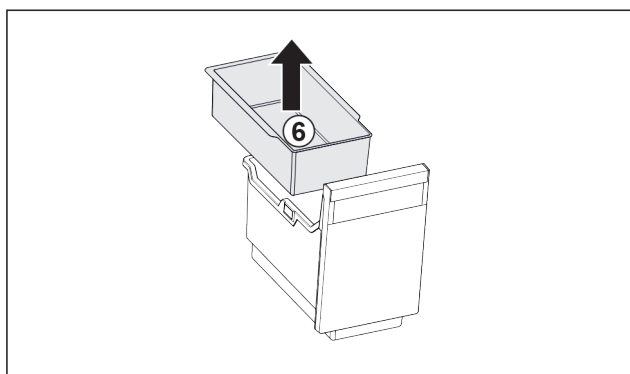

Fig. 90
- ▶ Ta ut det hängande facket Fig. 90 (6).